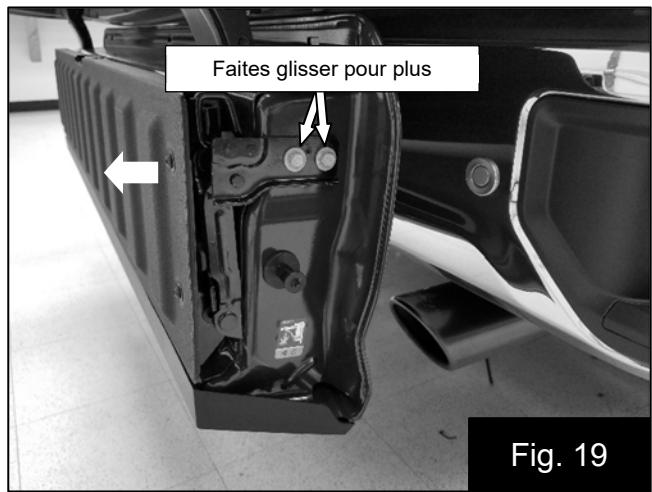

Fig. 19
33. Fermez le marchepied par-dessus le baffle des haut-parleurs et vérifiez qu'il y a un espace libre entre le marchepied et le baffle. Si un espace supplémentaire est nécessaire, ouvrez le hayon intérieur et desserrez les deux boulons de charnière de chaque côté. Faites glisser le marchepied en l'éloignant du baffle et resserrez les boulons de la charnière. Vérifiez à nouveau l'espace libre et assurez-vous que le marchepied se ferme toujours facilement. Fig. 19